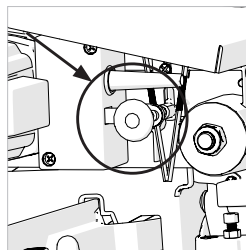

Fig. 6
- Retire o pino de engate da cabeça da serra e permita que a cabeça da serra se eleve até à sua posição vertical. **(Fig. 6)**